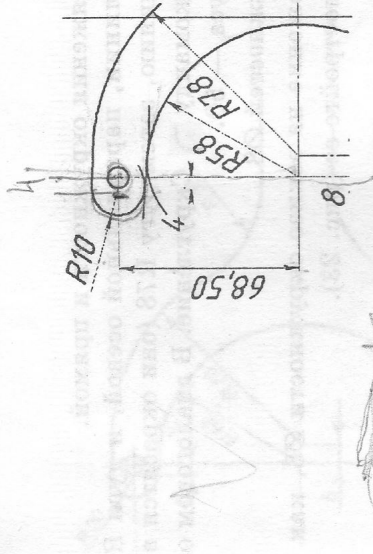

Рис. 20
• Построение касательной к двум дугам (рис. 20).